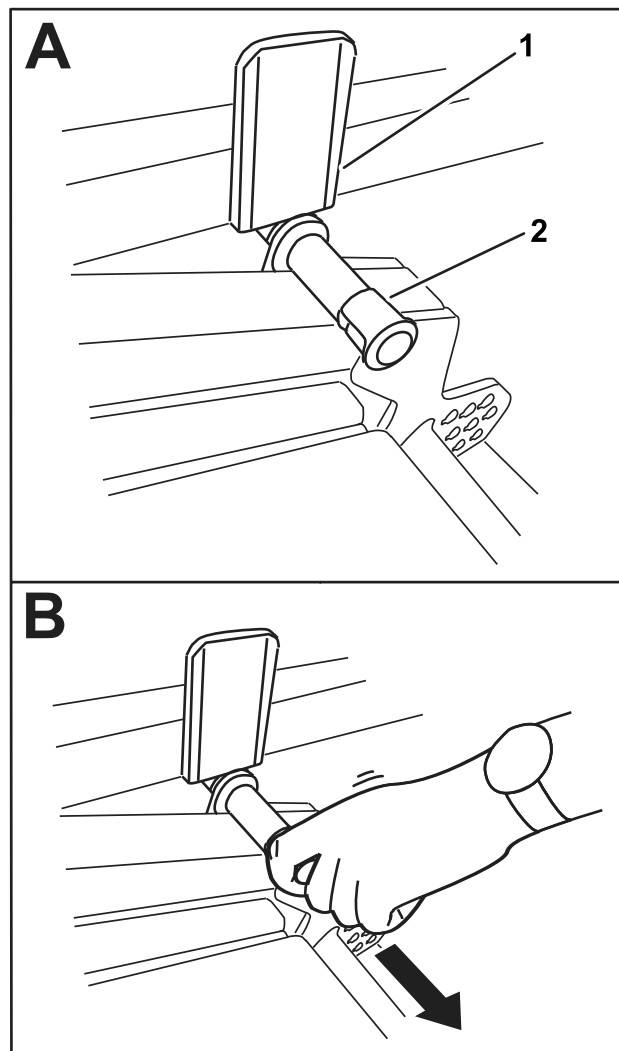

Рисунок 39
- Медленно поверните режущий блок вниз до контакта штифта с пластиной подъемного рычага (А на Рисунок 39).
- Нажмите ногой вниз на режущий блок и затем выньте штифт (В на Рисунок 39), чтобы режущий блок мог установиться в положение TRANSPORT (ТРАНСПОРТИРОВКА).